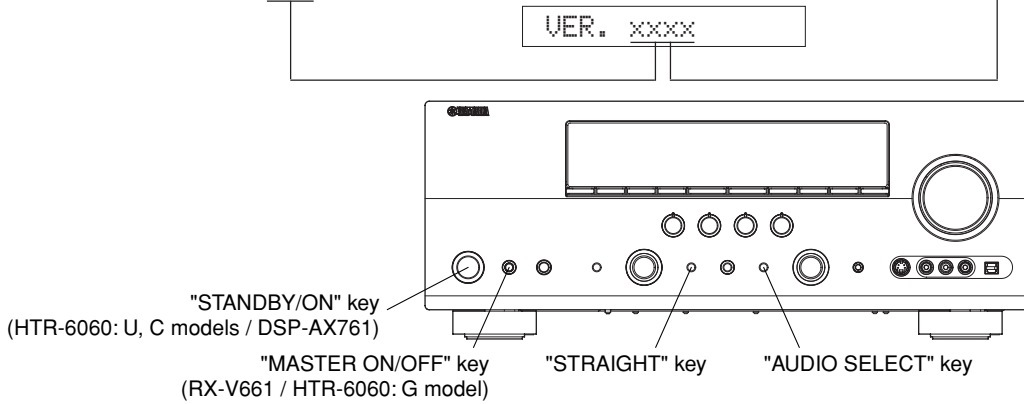

Fig. 5
2. Press the "MASTER ON/OFF" (RX-V661, HTR-6060: G model) / "STANDBY/ON" (HTR-6060: U, C models, DSP-AX761) key while simultaneously pressing the "STRAIGHT" and "AUDIO SELECT" keys. (Fig. 5)
Check the displayed firmware version is the same as the written firmware version. (Fig. 5)
2. "STRAIGHT"キーと"AUDIO SELECT"キーを押しながら、"STANDBY/ON"キーを押し、ダイアグを起動します。(Fig. 5)
表示されたファームウェアのバージョンが書き込んだファームウェアのバージョンと同じであることを確認します。(Fig. 5)
- 2. Press the "MASTER ON/OFF" (RX-V661, HTR-6060: G model) / "STANDBY/ON" (HTR-6060: U, C models, DSP-AX761) key while simultaneously pressing the "STRAIGHT" and "AUDIO SELECT" keys. (Fig. 5)
- 2. "STRAIGHT"キーと"AUDIO SELECT"キーを押しながら、"STANDBY/ON"キーを押し、ダイアグを起動します。(Fig. 5)
8. Press the “MASTER ON/OFF” (RX-V661, HTR-6060: G model) / “STANDBY/ON” (HTR-6060: U, C models, DSP-AX761) key while simultaneously pressing “STRAIGHT” and “AUDIO SELECT” keys of the main unit. Then the DIAG function is activated. (Fig. 5)
8. 本機の“STRAIGHT”キーと“AUDIO SELECT”キーを押しながら、“STANDBY/ON”キーを押し、ダイアグを起動します。(Fig. 5)